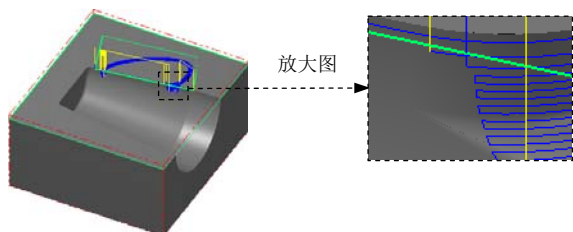

图 21.25 刀具路径
(1) 设置曲面参数。在“曲面粗加工等高外形”对话框中单击 **曲面参数** 选项卡, 在 **预留量** 文本框中输入值 0.3, 在 **预留量** 文本框中输入值 0.0, 其他参数采用系统默认设置值。
(2) 设置粗加工等高外形参数。在“曲面粗加工等高外形”对话框中单击 **等高外形粗加工参数** 选项卡, 在 **Z 轴最大进给量** 文本框中输入值 0.5, 在 **两区段间的路径过渡方式** 区域选中 **沿着曲面** 单选项以及“曲面粗加工等高外形”对话框左下方的 **✓ 切削顺序最佳化** 复选框。
(3) 单击“曲面粗加工等高外形”对话框中的 **✓** 按钮, 同时在图形区生成图 21.25 所示的刀具路径。